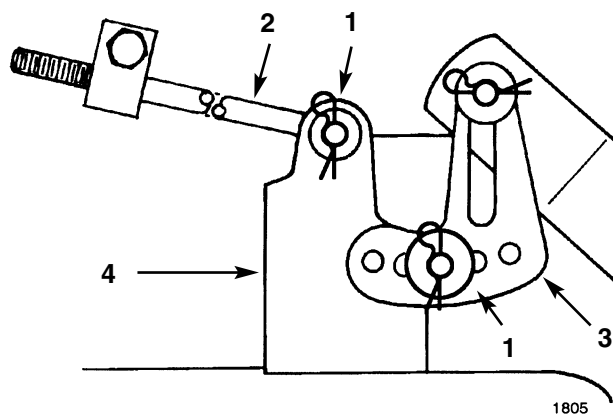

Fig. 41
10. Ta splinten og skiven av enden av den lange armen (fig. 41). Skyv så armen ut av festet. Gjenta dette på motsatt side.
11. Ta splinten og skiven av utjevningsbraketten (fig. 41). Skyv braketten av festebolten. Sett skiven og splinten tilbake på plass.